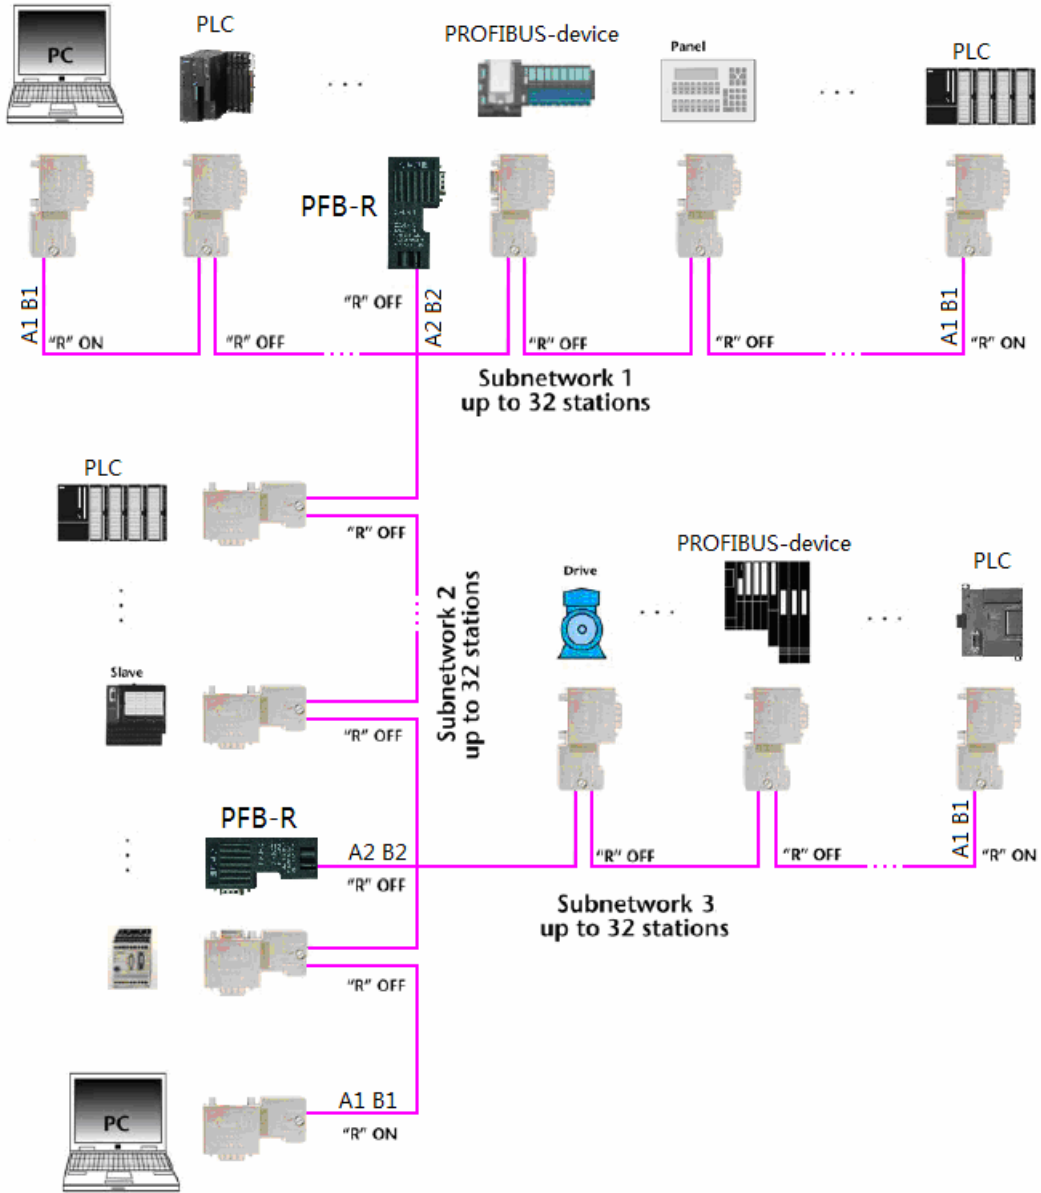

图6-2 用四星电子迷你PROFIBUS中继器PFB-R实现总线分支的树形网络
- 2、使用迷你型 PROFIBUS 中继器 PFB-R 来实现总线分支和树形网络拓扑结构。如图 6-2 所示，分支处使用带编程口的总线连接器插头，将 PFB-R 插到该总线连接器插头上即可，注意图中 PFB-R 的终端电阻设置开关须拨到“OFF”。